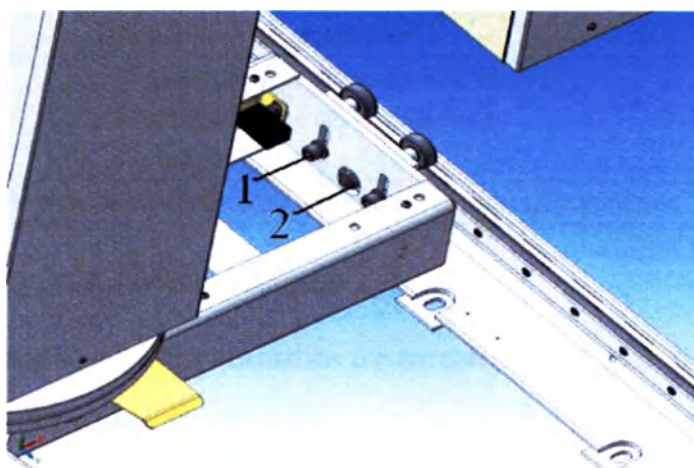

Рисунок 3.10
- ослабить (рисунок 3.10) два болта 1 и гайку 2;
- затянуть (рисунок 3.10) два болта 1 и гайку 2;